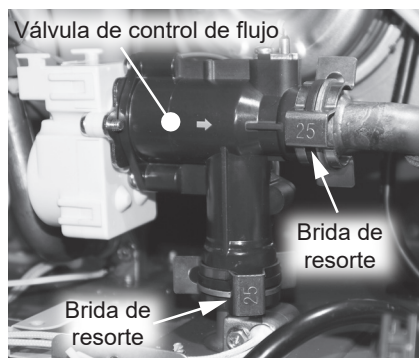

Figura 138 - Ubicación y desconexión de la válvula de control de flujo
- 24 Ubique la válvula de control de flujo en el calentador de agua, como se muestra en la Figura 138.
- 25 Retire las dos bridas de resorte (tamaño 25) que fijan la válvula de control de flujo al sistema de tuberías. Deje las bridas de resorte a un lado en un lugar seguro para volver a instalarlas. Consulte la Figura 138.